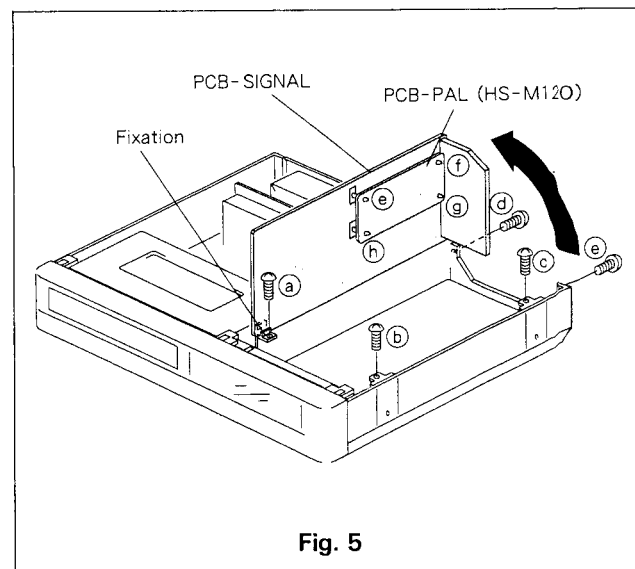

Fig. 5
- Dévisser les cinq vis de (a) à (e) comme le montre la Fig. 5.
- Positionner la platine signal dans les encoches du chassis comme le montre la Fig. 5.
- Débloquer les quatre supports (f) à (i) qui maintiennent la platine PAL comme montré en Fig. 5.